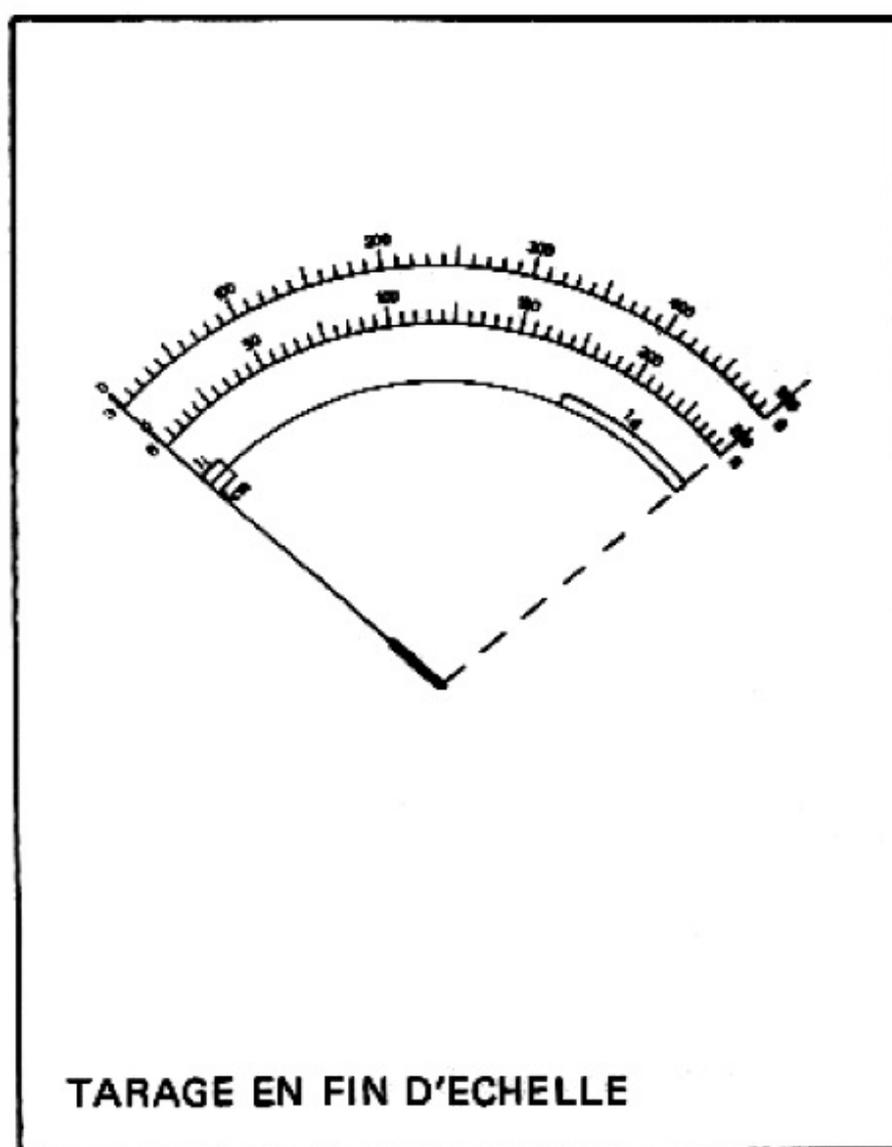

Figure 1
4) AGISSEZ sur le bouton de commande de P1 pour placer l'aiguille exactement en fin d'échelle (voir figure 1).